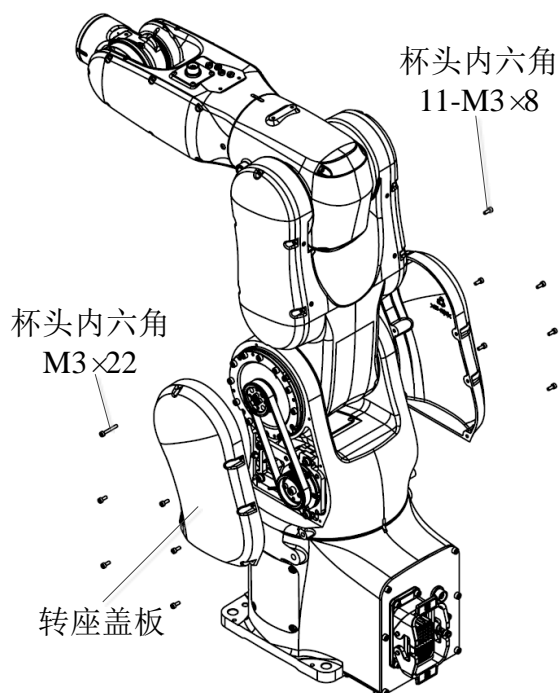

图 4.2 J2 关节维护拆卸示意图
需要对 J2 关节进行维护时，参考图 4.2 进行拆卸。完成维护后，螺丝重新点胶并拧紧，拧紧力为 1NM。
- (1) 确认机器人控制柜处于关闭状态。
- (2) 参照 4.2 节中的图 4.2 “J2 关节维护示意图”，将机器人按图示姿势摆放，并拆下相应盖板。
- (3) 观察同步带是否出现表 4.3 中的异常现象，若出现表中异常，则按照下述“J2 关节同步带的更换”，进行同步带进行更换。
- (4) 按照下述“J2 关节同步带的调整”，进行同步带张力调整。